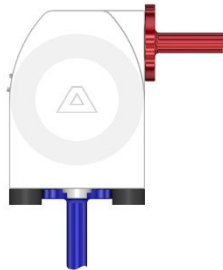

Abb. 8.2
- Saugseite unten senkrecht, Druckseite oben waagrecht (Abb. 8.2)